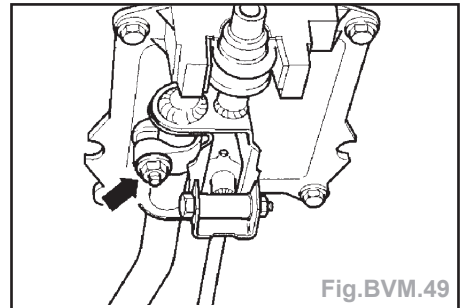

Fig.BVM.49
- Desserrer l'écrou (flèche) (Fig.BVM.49).
- Ajuster la tringle de sélection sans contrainte (boîte de vitesses au point mort) et serrer l'écrou (flèche) (Fig.BVM.49) à **2 daN.m**.